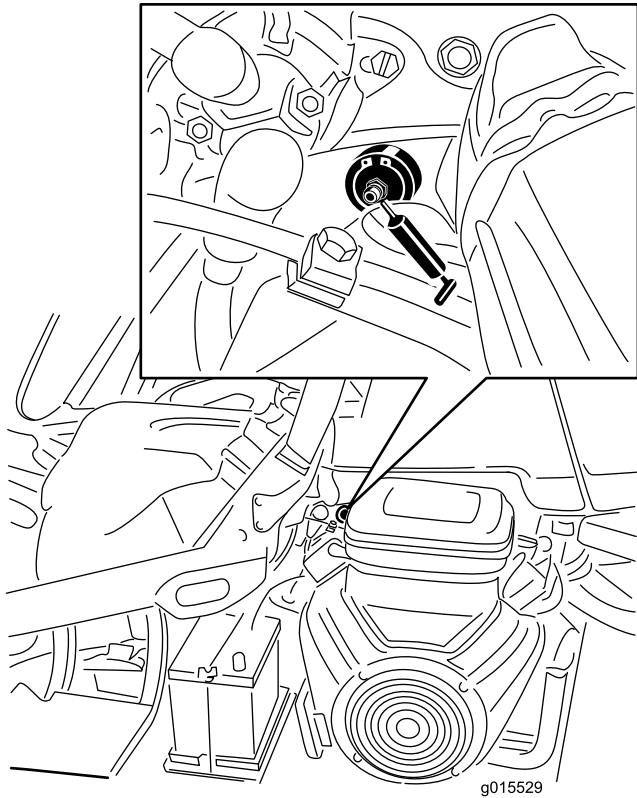

図 41
1. 異物を入れてしまわないよう、グリスフィッティングをきれいに拭く **図 41**